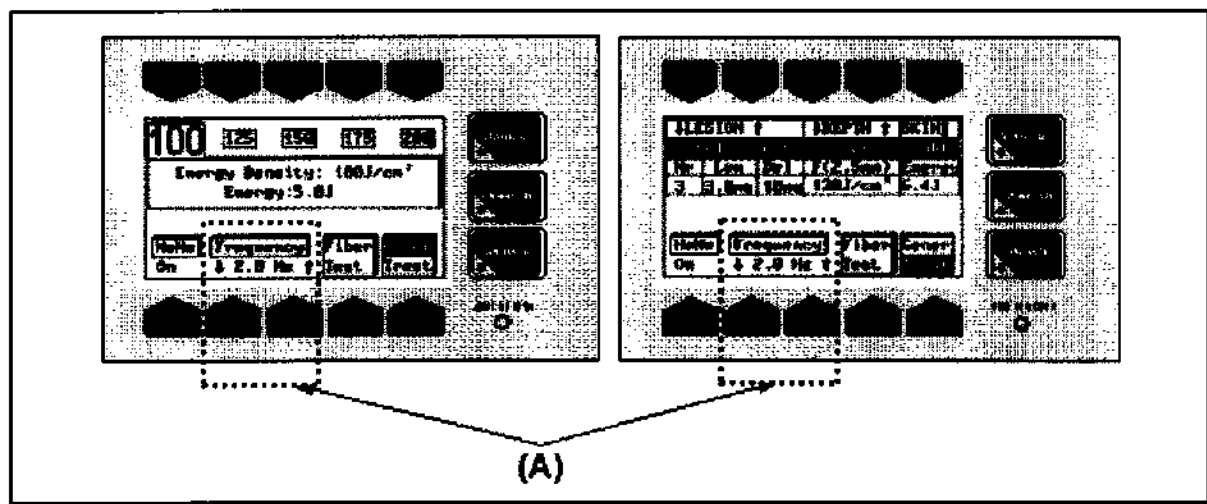

Рис. 7-5. Клавиши выбора частоты следования импульсов
Выбранное значение выводится под надписью «Frequency» в нижней части экрана. Это значение можно изменять двумя соответствующими клавишами ((A) на Рис. 7-5).